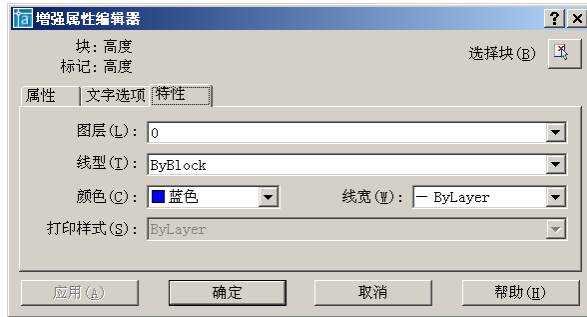

图 3-9 “特性” 选项卡
(3) **特性** 选项卡：用于修改属性文字的图层、线宽、线型、颜色以及打印样式等，如图 3-9 所示。